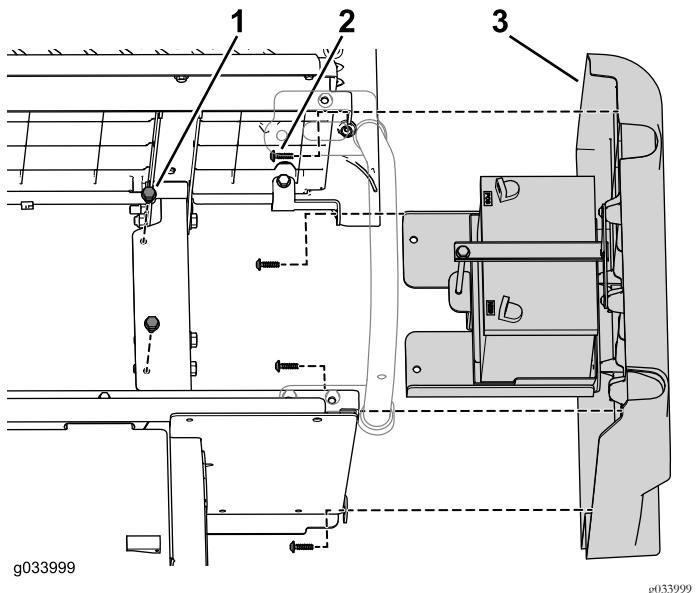

図 45
3. 車両にもともと付いていた右パネルアセンブリを、後座席ベースパネルに取り付ける元の取り付け具をそのまま使用する図 45。